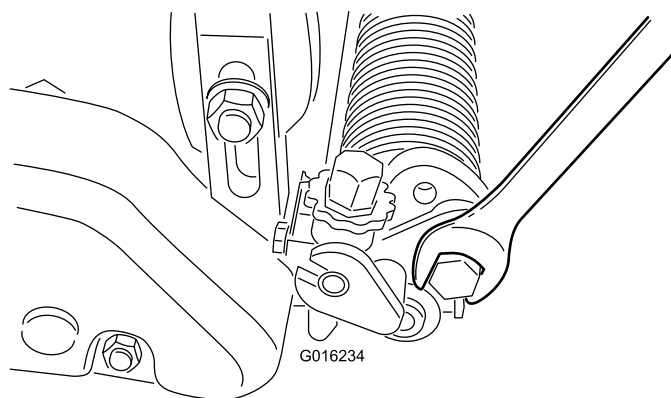

Рисунок 21
А. Отпустите болты на правом и левом рычагах барабана (Рисунок 21).
- С. Затяните болты фиксации регулировки (Рисунок 21).